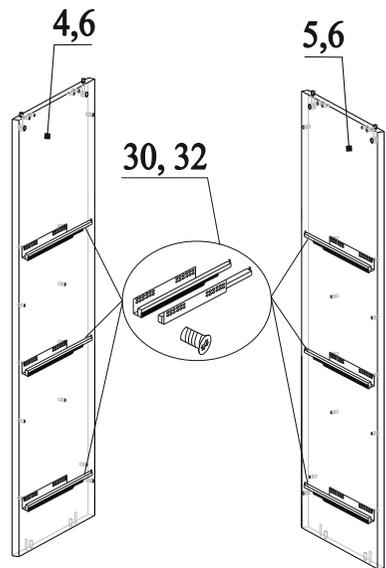

Рис.10
19. К деталям 4, 5 и 6 привернуть направляющие из комплекта 30 евровинтами 32 (рис.10);